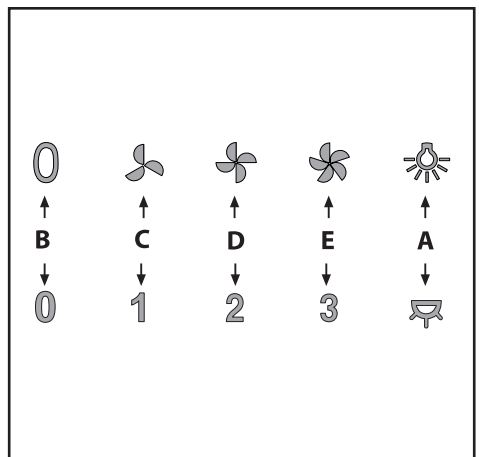

Fig.10
• **Betjening-senhed mekaniske (Fig.10)** er følgende tegnforklaring gældende: